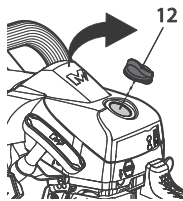

Fig. 51
- > Dévissez la vis de fixation [12] et ôtez le couvercle du filtre à air [13]. (Fig. 51).